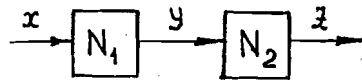
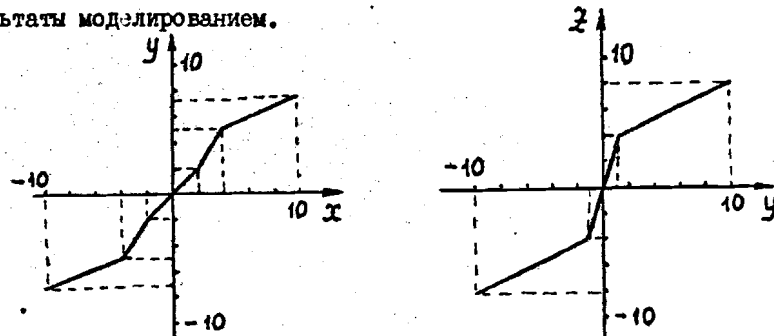

Рис. 6
Рис. 7
8. Рассчитайте статическую характеристику для последовательного соединения двух блоков (рис. 6), если N_1 и N_2 имеют вид, указанный, соответственно, на рис. 7. Прделайте ту же опе-